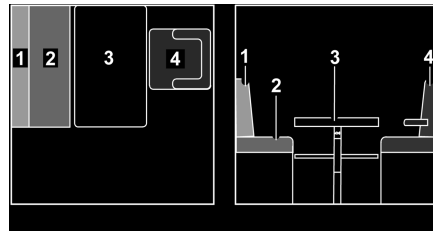
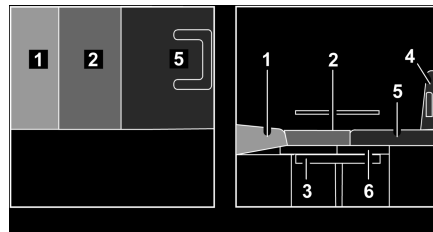
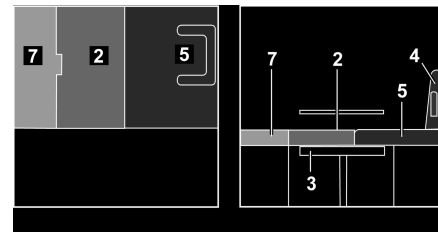

Fig. 120 Antes de la transformación
Fig. 121 Después de la transformación (variante 1)
Fig. 122 Después de la transformación (variante 2)
- Girar el asiento del conductor (Fig. 120,4) y empujarlo completamente hacia adelante.
- Transformar la mesa (Fig. 120,3) en base de cama (véase apartado 7.7).
- En caso de que el vehículo posea un apoyo de cama de reserva (Fig. 121,6), quitar el cojín del respaldo (Fig. 120,1) y el cojín del asiento (Fig. 120,2) y ponerlos a un lado.
- Según el modelo, colocar el apoyo de cama de reserva entregado (Fig. 121,6) en la mesa. En esto, apoyar el borde delantero del apoyo de cama de reserva directamente en el asiento del conductor o en la diagonal de la cabina del conductor.
- Colocar el cojín adicional (Fig. 121,5) sobre el asiento del conductor.
- Colocar el cojín del asiento (Fig. 121,2) en la mesa.
- Colocar el cojín del respaldo (Fig. 121,1) entre el cojín del asiento y la pared dorsal. Tener en cuenta la forma de cuña.
- Colocar el cojín adicional (Fig. 122,5) sobre el asiento del conductor.
- Colocar el cojín del asiento (Fig. 122,2) en la mesa.
- Colocar el cojín adicional (Fig. 122,7) entre el cojín del asiento y la pared dorsal.
- Volver a empujar el asiento del conductor (Fig. 121,4 ó Fig. 122,4) hacia atrás.